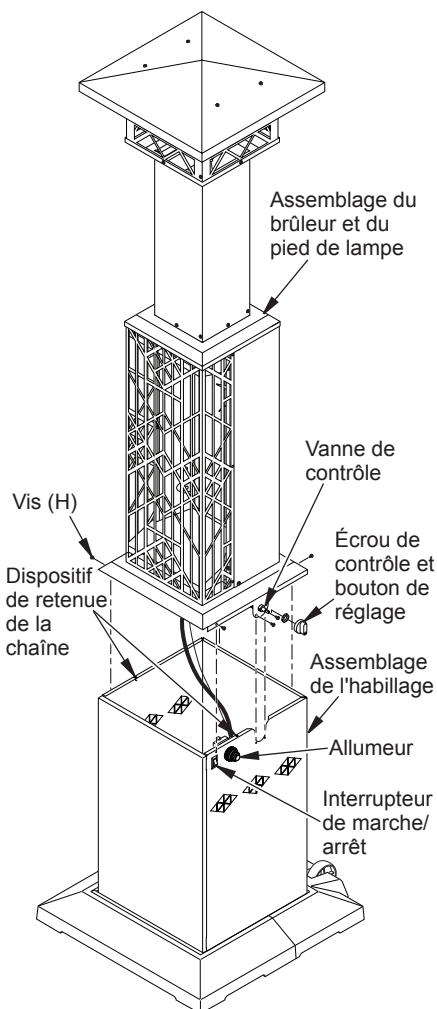
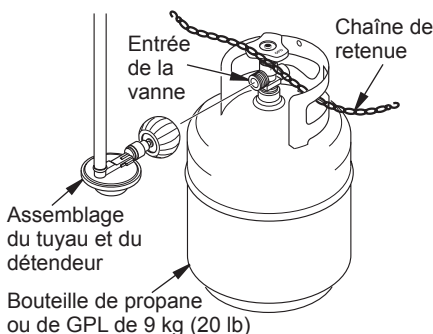

Figure 8 - Raccordement de l'assemblage pied de lampe-brûleur à l'assemblage de l'habillage
Figure 9 - Raccordement de l'assemblage tuyau-détendeur à la bouteille de propane ou de GPL
1. Placez l'assemblage du pied de lampe sur l'assemblage du socle de l'habillage. Fixez avec 4 vis (H) comme illustré à la figure 8. Insérez 2 vis (H) dans les trous de chaque côté de la vanne de contrôle. Fixez l'écrou de la vanne de contrôle et le bouton de réglage à la vanne de contrôle.
Utilisez seulement une bouteille de propane ou de GPL de 9 kg (20 lb) (non fournie). Consultez les informations relatives à la sécurité pour sélectionner la bouteille. Branchez l'assemblage tuyau/détendeur à la bouteille (voir figure 9). Le tuyau devrait être déjà raccordé à l'appareil de chauffage. Raccordez le tuyau à l'entrée de la vanne (voir figure 9). Resserrez fermement avec une clé.
Faites courir la chaîne de retenue dans au moins une poignée de la bouteille de propane ou de GPL (voir figure 9). Assurez-vous que la chaîne passe dans une poignée de la bouteille et NON autour de la vanne de la bouteille. La chaîne ne doit pas entraver la vanne. Attachez les crochets des deux extrémités de la chaîne aux dispositifs de retenue qui se trouvent sur la plaque de fixation du brûleur. (voir figure 8, page 8).